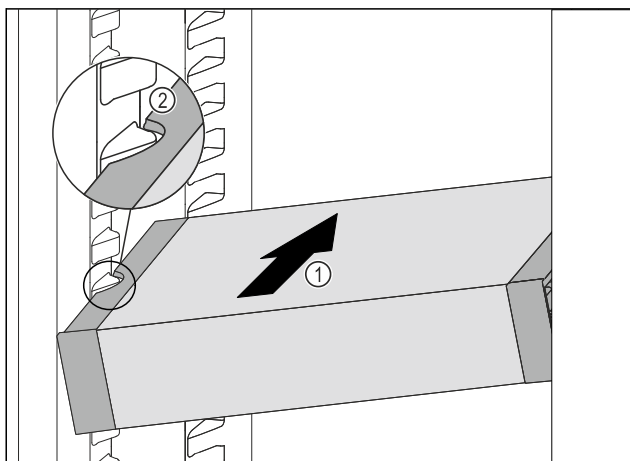

Fig. 118
- Вдвигайте VarioSafe под наклоном в холодильное отделение Fig. 118 (1), пока боковые выемки Fig. 118 (2) VarioSafe не окажутся на высоте выступа резервуара в холодильном отделении.